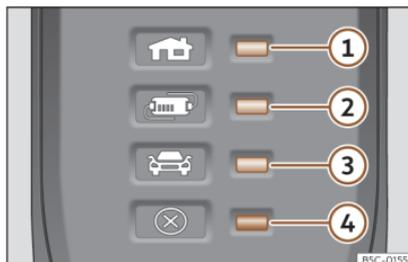

Fig. 200 Nel cavo di ricarica per prese di corrente: Spie di controllo del dispositivo di protezione.
»» fig. 200:
Il dispositivo di protezione elettronico »» fig. 200 fa sì che il connettore di ricarica rimanga senza corrente finché non si inserisce nella presa di ricarica del veicolo.
Una o più spie di controllo »» fig. 200 ①, ② o ③ si accendono in verde.
Indicazione »» fig. 200	Significato
Se la spia di avvertimento ④ rossa lampeggia o si accende senza una spia di controllo costante»» fig. 200 ①, ② o ③ l'indicatore di funzionamento, si è verificata un'avaria.